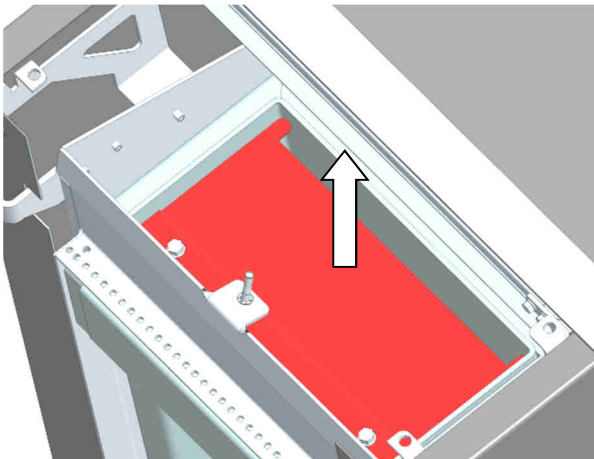

Abb. 73: Entnahme obere Umlenkung
1. Die obere Umlenkung herausnehmen (siehe Abb. 73)